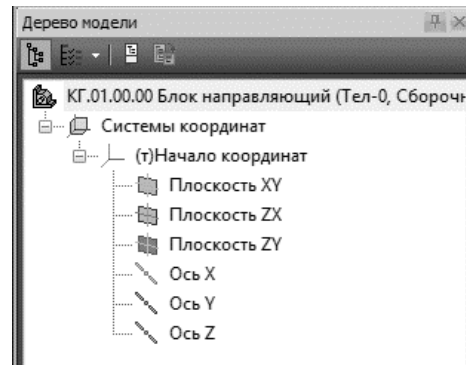

Рис. 27. Выбор плоскости сопряжения «Блока направляющего»
2.3.8 В Дереве модели сборки *Блок направляющий* укажите **Плоскость ZY** (рис. 27).